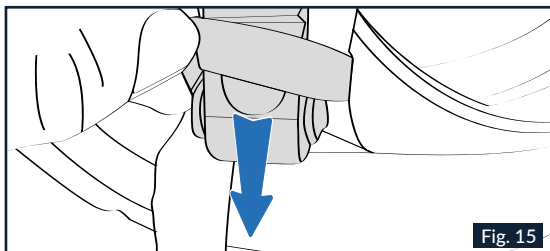

Fig. 15
1.1 Den Kinnriemen (siehe entsprechende Anleitungen) öffnen und den Kinnriemen aus dem elastischen Durchgang auf dem Band der Wangenpolsterungen herausziehen (Abb.15).
Wangenpolsterungen einstecken (Abb. 15).